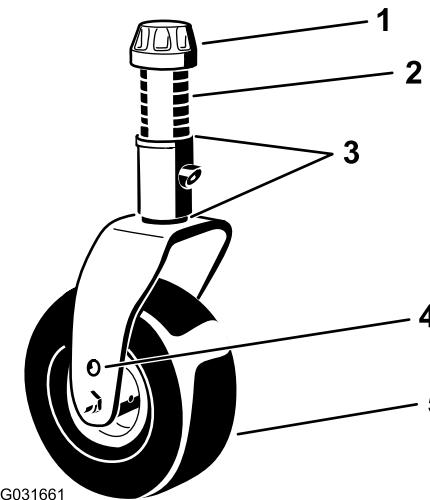

Figure 21
4. Avec la clé fournie, desserrez le chapeau de tension et déposez-le de l'axe de pivot, puis sortez l'axe du bras pivotant (Figure 21).